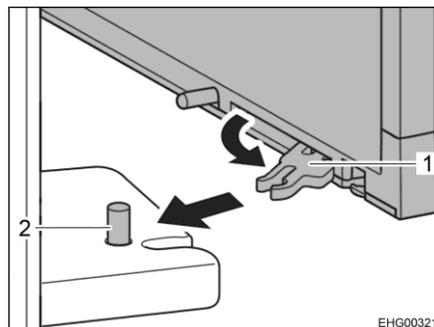

Bild 83 Kühlschranktür-Verriegelung
■ An der Innenseite der Kühlschranktür oben und unten den Abstandshalter (Bild 83,1) ausklappen und nach vorn ziehen.
■ Die Abstandshalter jeweils am Bolzen (Bild 83,2) einrasten lassen.